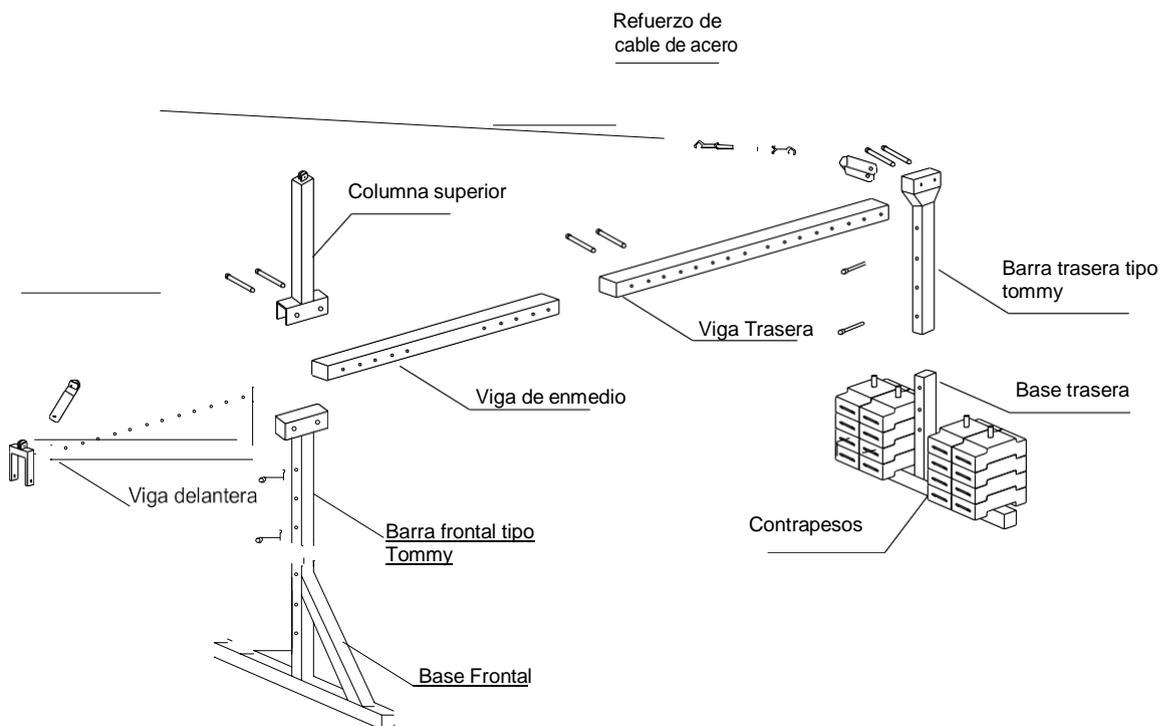

Figura 10
- 5.2.2 (Ver figura 10)** Inserte las barras de tommy en la base delantera y la base trasera respectivamente. Ajuste la altura de las barras de tommy y apriete los pernos para formar la base delantera y la base trasera. (La altura de la cual debe ajustarse de acuerdo con la altura del parapeto).